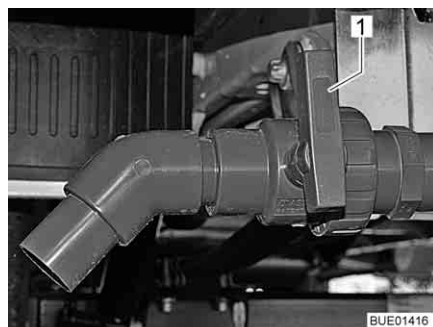

Fig. 203 Robinet de vidange
- Tourner la poignée (Fig. 203,1) du robinet de vidange dans le sens de l'écoulement.